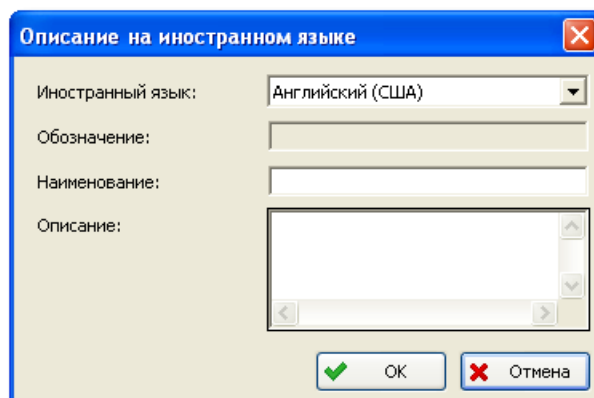

Рис. 3-6
5. Для ввода описания нового раздела на иностранном языке нажмите на кнопку **Описание на иностранных языках**, в появившемся окне **Описание на иностранном языке** введите данные и нажмите на кнопку **ОК** (рис. 3-6).